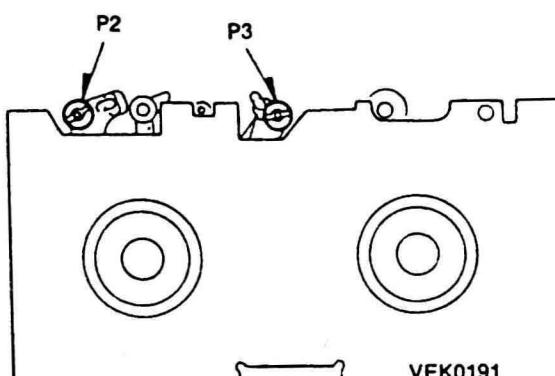

图43
- 步骤: ①拆下磁带盒仓;
②把导柱调整模板放在带盘上, 并把导柱调整模板固定好, 如图43所示;